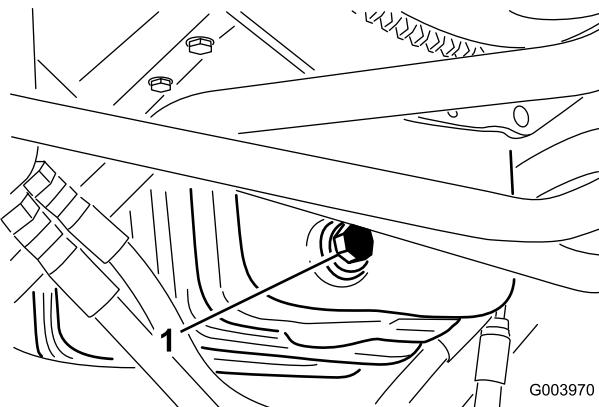

Bild 57
1. Entfernen Sie die Ablassschraube (Bild 57) und lassen Sie das Öl in die Auffangwanne ab.